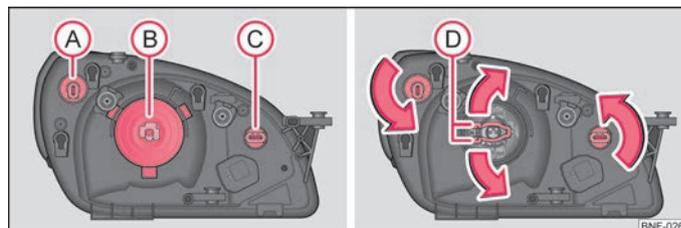

Abb. 119 Scheinwerfer links - Motorraum: Anordnung / Lampenausbau
- Ⓐ - Blinklicht vorn ⇒ Abb. 119
- Drehen Sie den Lampenhalter Ⓐ bis zum Anschlag **entgegen dem Uhrzeigersinn** und nehmen Sie diesen heraus ⇒ Abb. 119.
- Ziehen Sie den Stecker an der Glühlampe (B) ab ⇒ Abb. 119.
- Drücken Sie die Sicherungsbügel (D) in Richtung Scheinwerfer und dann haken Sie diese in Richtung der Pfeile aus.
- Drehen Sie den Lampenhalter (C) bis zum Anschlag **entgegen dem Uhrzeigersinn** und nehmen Sie diesen heraus ⇒ Abb. 119.